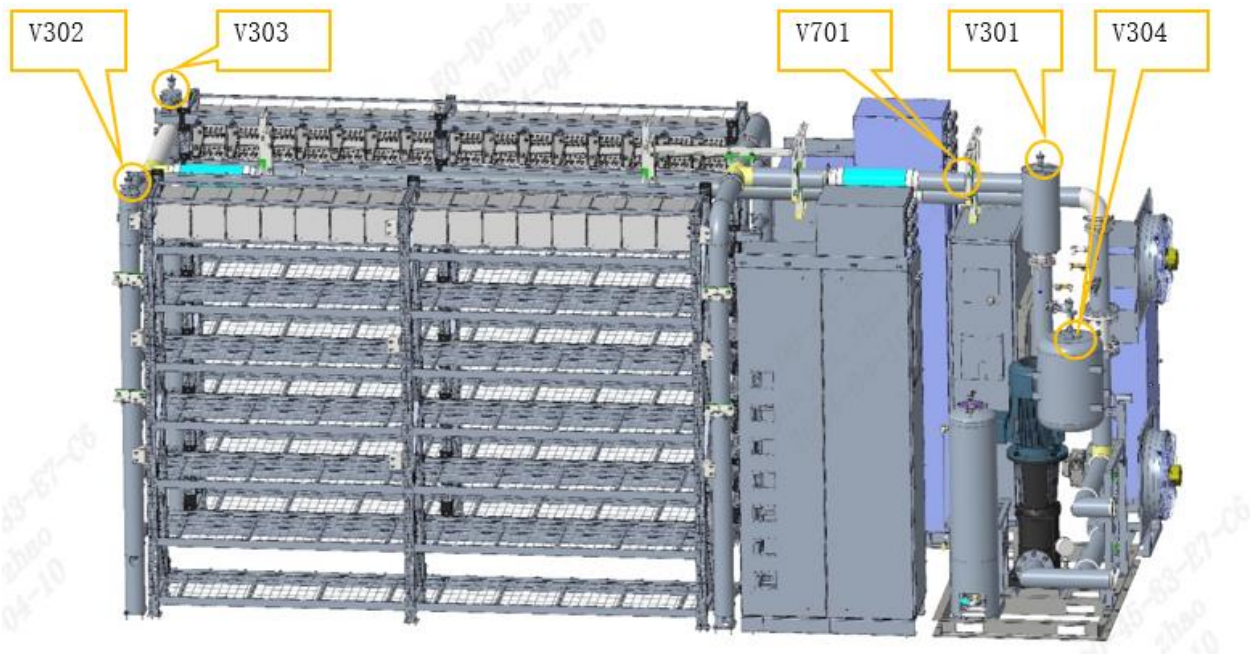

图 7-3 集装箱系统排气阀位置图
- c) 检查集装箱内部管路与外部连接管路上的自动排气阀上的堵头是否全部打开（见图 7-3 及图 7-8）；